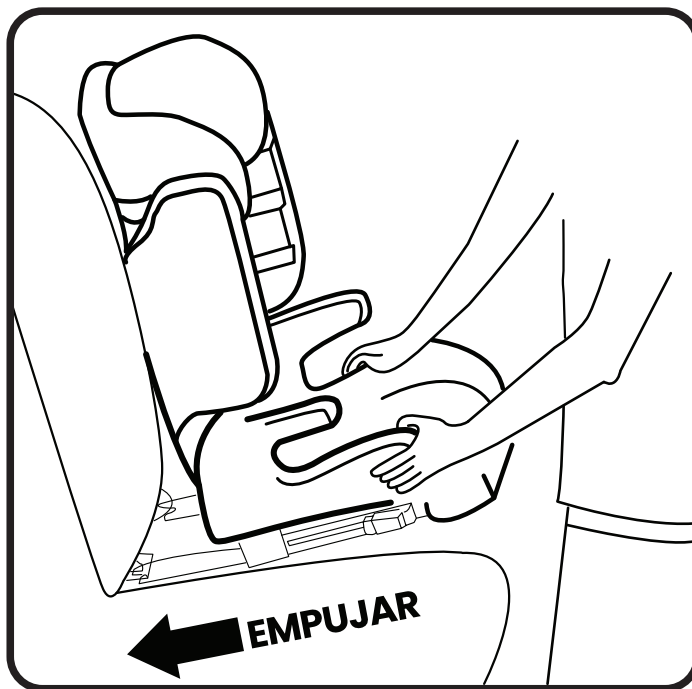

Fig. 3
3. Empuje con fuerza el autoasiento contra el respaldo del asiento del vehículo. (FIG. 3)